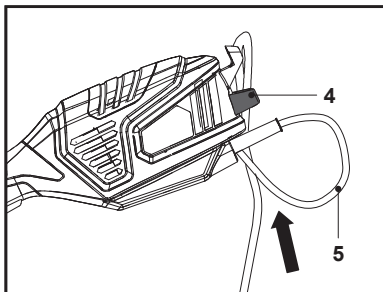

Fig. 10
1. Replier le cordon d'alimentation (5) à environ 60 cm en partant de la protection et faire passer la boucle dans le trou de la protection arrière (4). Faire passer le cordon par-dessus le support (4) et tirer doucement sur le cordon d'alimentation (5) pour s'assurer qu'il est bien maintenu (Fig. 10, 11).